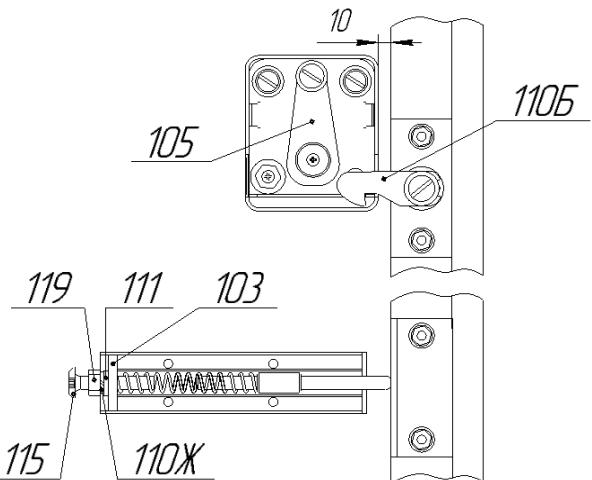

Рис.8
К панели поз.42 присоединить механизм фиксации поз.105, используя винты поз.114, шайбы поз.121 (рис.1.2.3). Присоединить к панели поз.42 механизм выталкивания, состоящий из деталей поз. 103, 104, 107, 108, 109, 110Ж, 111, 115, 119 (рис.1.2.4 и рис.8). Винт поз.115 ввинтить в корпус толкателя поз.103 на несколько оборотов (рис.8). Для закрепления к коробу использовать винты поз.117. На головки винтов поз.117 установить заглушки поз.120 (рис.1.2.4).
**⚠** 9. Отрегулировать упор, установленный по рис.1.2.4. Для этого поднять раму кровати в вертикальное положение. Надавить на раму в области установленного механизма фиксации поз.105. Вращением винта M8x45 поз.115 добиться, чтобы рама кровати не доходила до касания с механизмом фиксации поз.105 (рис.8) 10мм. Придерживая от вращения винт поз.115, затянуть гайку поз.119 до упора так, чтобы шайбы поз.110Ж и поз.111 оказались прижаты к корпусу толкателя поз.103.
Надавить на верхний угол рамы кровати около механизма фиксации поз.105 до зацепления собачки поз.110Б за механизм фиксации поз.105 (рис.8).